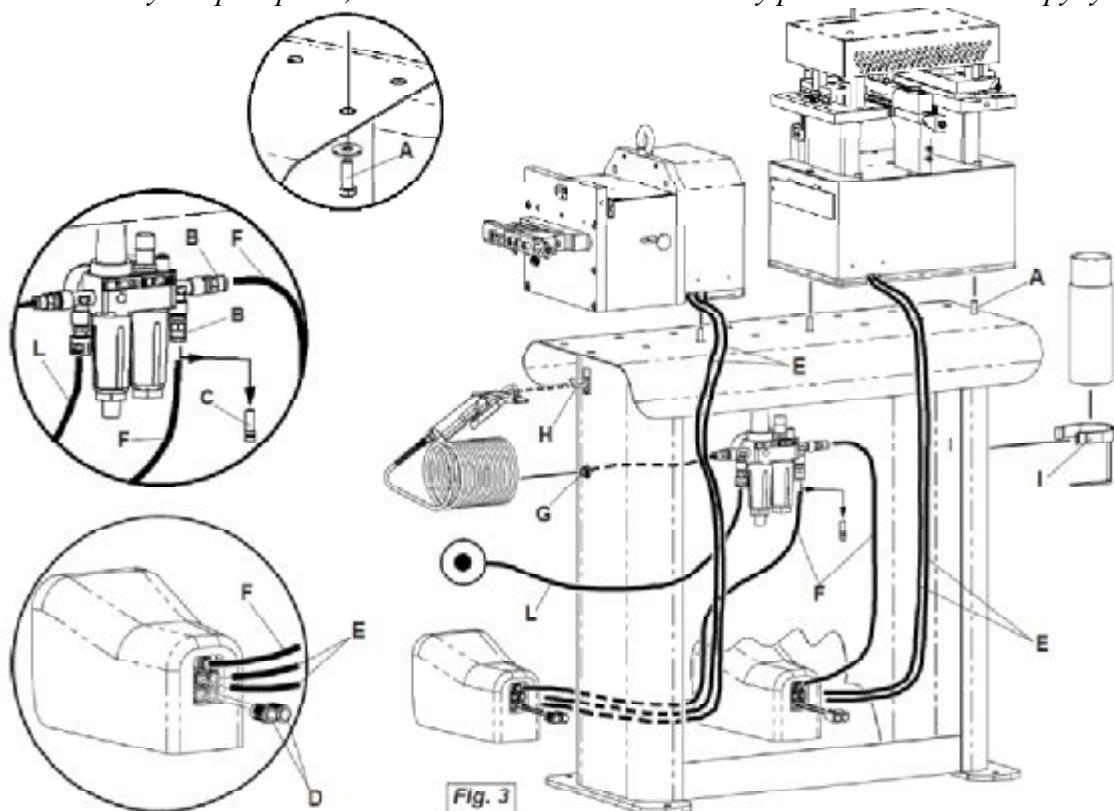

Рис. 3
ПОРЯДОК УСТАНОВКИ (Рис. 3)
2. Установите распылитель смазки в держатель (рис.3, поз. I)
4. Прикрепите пресс к верстаку специальными винтами (рис. 3, поз. A).
5. Закройте винтовыми заглушками (рис. 3, поз. D) соединительные муфты на ножной педали.
6. Главная подающая труба (рис. 3, поз. L): подключите к воздухозаборнику устройства распределения воздуха и к смазывающему устройству регулятора фильтрующей группы. Машина оборудована двумя типами соединений, которые могут использоваться по выбору конечного пользователя.
7. Подающие трубы отдельных блоков (рис. 3, поз. F): подключите к смазочному устройству регулятора фильтрующей группы и к ножной педали. При подключении двух блоков снимите колпачок (рис. 3, поз. С) с одной из двух соединительных муфт, для этого необходимо вдавить круглую гайку, а затем потянуть колпачок.
8. Подключение двух трубок к узлам (рис. 3, поз. Е): подсоедините к ножным педалям, как показано на чертеже (воткните).
9. Подключите трубку пневматического пистолета к муфте (рис. 3, поз. G) и закрепите его на опоре (рис. 3, поз. H)
Подключение пресса к устройству распределения сжатого воздуха должно быть выполнено в соответствии с чертежом, приведённом на рис.3, и/или в соответствии со схемой, представленной на педали управления. Перед подачей давления на пресс необходимо убедиться, что подключение выполнено правильно и возможность возникновения опасных ситуаций исключена.